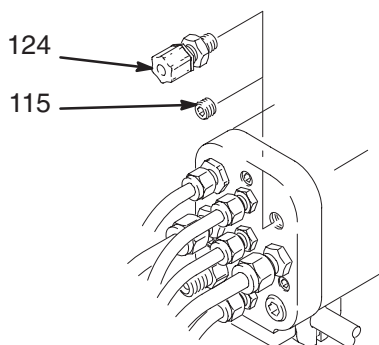

Fig. 5
1. Retirer le bouchon 1/8 npt (115) de l'orifice pour fibre optique prévu sur le collecteur et mettre en place le raccord de fibre optique noir (124). Voir la Fig. 5.